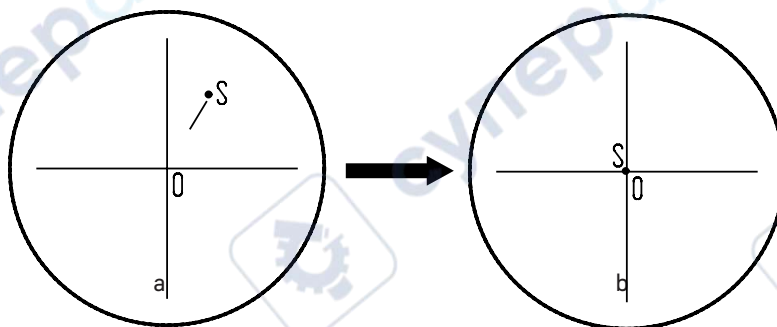

Рис. 19. Настройка канала визуализации
- Установите рукоятку переключения светового потока **3** в положение для наблюдения через окуляры и камеру. Наблюдая объект через окуляры, найдите отличительную точку в поле зрения (легко идентифицируемую цель, такую как точка *S* на рис. 19а), переместите объект на предметном столике так, чтобы данная точка находилась в центре поля зрения как показано на рис. 19б. Для этой процедуры вместо обычного препарата удобно использовать специальный калибровочный слайд с перекрестьем, а вместо обычного окуляра – окуляр с перекрестьем.